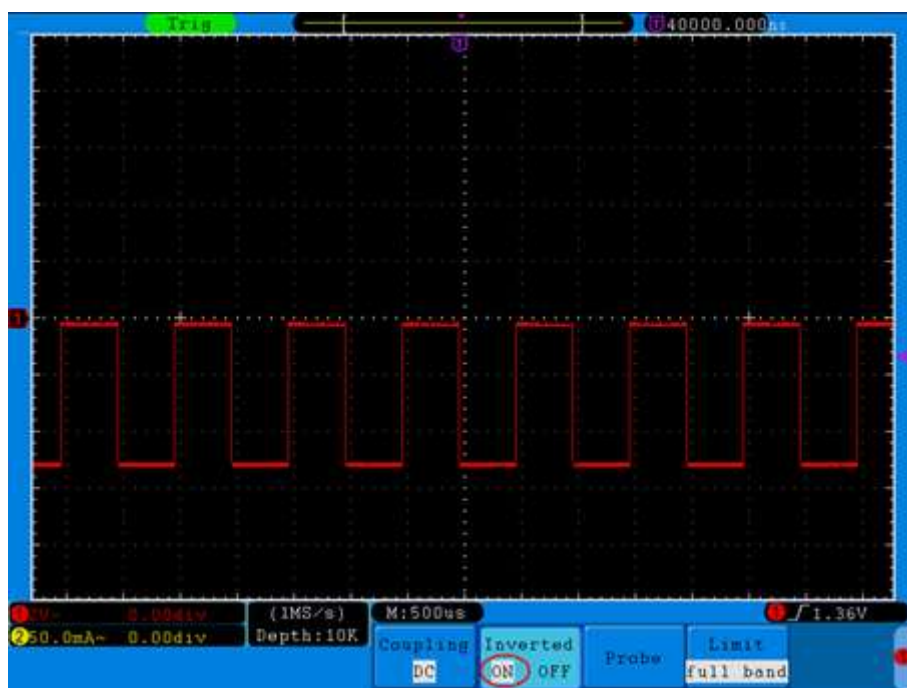

Figura 5-6 Forma de Onda Invertida
- (1) Pressione o botão **CH1 MENU** para exibir o menu de configuração do canal 1.
- (2) Pressione o botão **H2** para selecionar **ON** em relação ao item **Inverted**. A forma de onda invertida é mostrada na *Figura 5-6*.